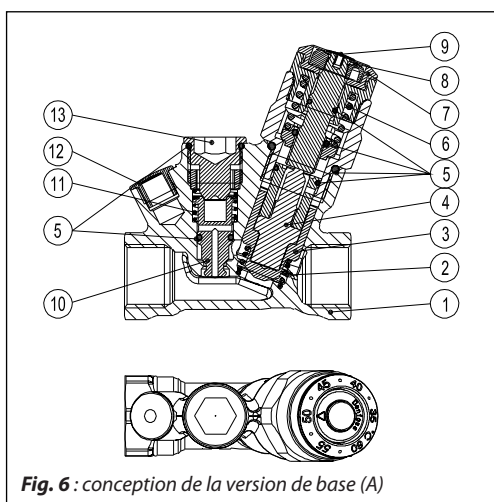
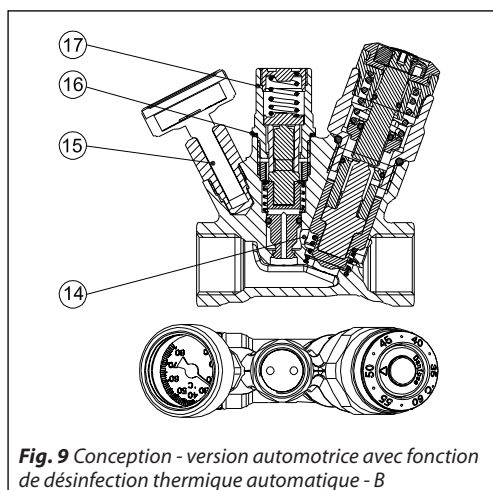
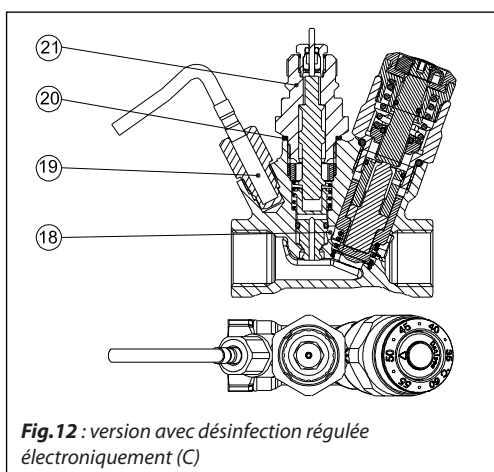

Fig. 6 : conception de la version de base (A)
Fig. 9 Conception - version automotrice avec fonction de désinfection thermique automatique - B
Fig. 12 : version avec désinfection régulée électroniquement (C)
Un ressort de sécurité (fig. 6, élém. 6) protège la cartouche d'éventuels dommages dans le cas où la température de l'eau dépasse la valeur de consigne.
La MTCV est une vanne thermostatique automotrice proportionnelle. Une cartouche thermostatique (fig. 6 élém. 4) est placée dans le cône de la vanne (fig. 6, élém. 3) afin de réagir aux variations de la température.
Après avoir retiré le bouchon du module de désinfection (fig. 6, élém. 13) (opération pouvant être réalisée en cours de fonctionnement, sous pression), le module de désinfection thermostatique peut être monté (fig. 9, élém. 17).
- 1-13 Même description que la fig. 6
Après avoir retiré le bouchon de désinfection (fig. 6, élém. 13), l'adaptateur (fig. 12, élém. 21) et la tête électrothermique TWA peuvent être montés. Une sonde de température Pt 1000 doit être montée dans la tête du thermomètre (fig. 12, élém. 19).